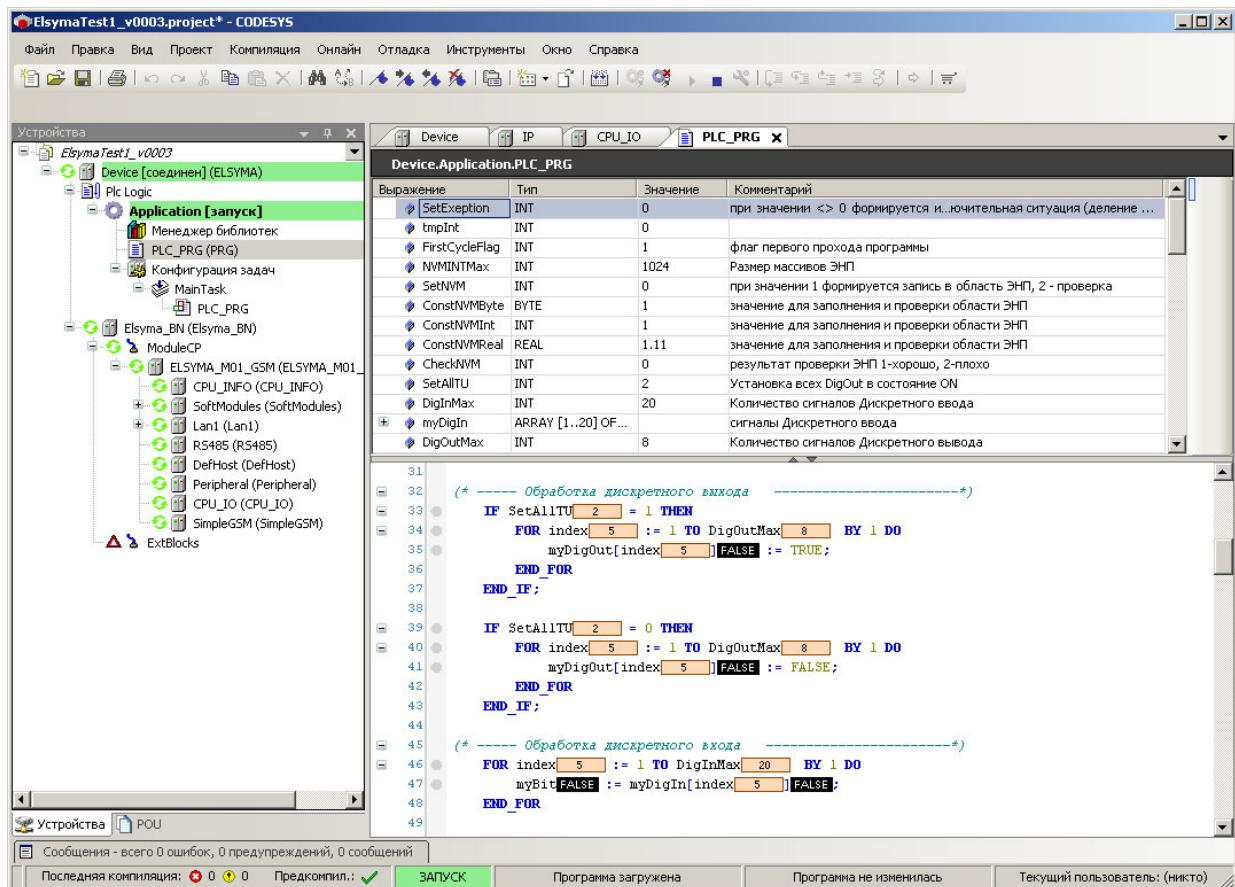

Рисунок 2.33 – Система разработки CoDeSys. Работа в online-режиме
- в окне редактора **POU** и на закладках **Редактор параметров**, **Соотнесение входов/выходов** отображаются текущие значения переменных – см. рисунок 2.33.